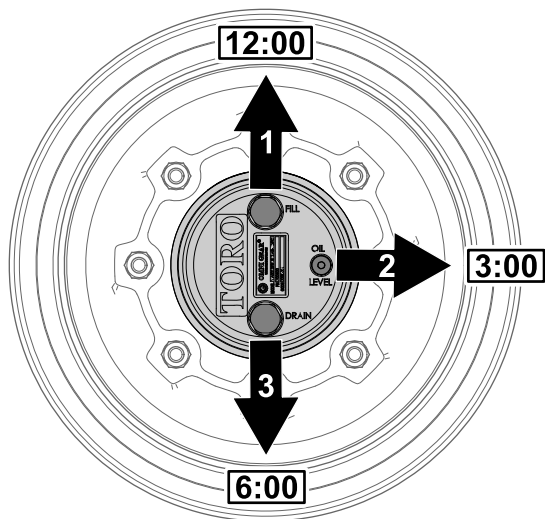

Figura 104
1. Aparque la máquina en una superficie nivelada y coloque la rueda de modo que el tapón de llenado se encuentre en la posición de las 12, el tapón de verificación en la posición de las 3 y el tapón de vaciado en la posición de las 6 (Figura 104).
2. Retire el tapón de verificación en la posición de las 3 (Figura 104).
1. Aparque la máquina en una superficie nivelada, coloque la rueda de modo que el tapón de llenado se encuentre en la posición de las 12, el tapón de verificación en la posición de las 3 y el tapón de vaciado en la posición de las 6; consulte Figura 104 en Comprobación del lubricante de la transmisión planetaria \(página 77\).